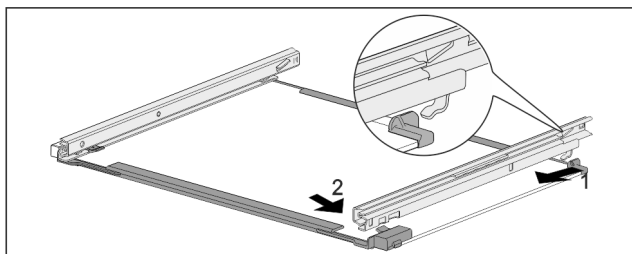

Fig. 175 Glasplade med skinner
- ▶ Fastgør skinnen bagtil. Fig. 175 (1)
- ▶ Lad skinnen gå i indgreb foran. Fig. 175 (2)